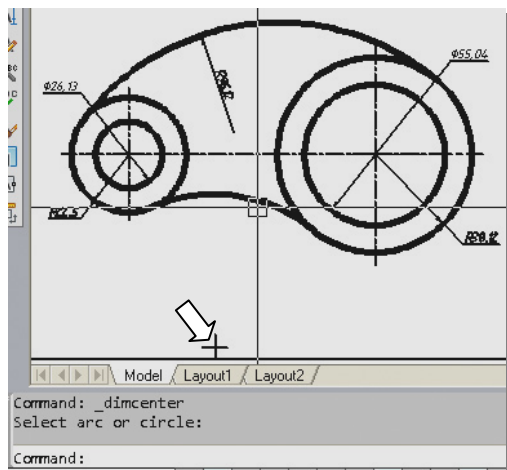

Рис. 5.53. Нанесение маркера центра
- 1) маркером центра  **DIMCENTER** определите расположение центра дуги (рис. 5.53);